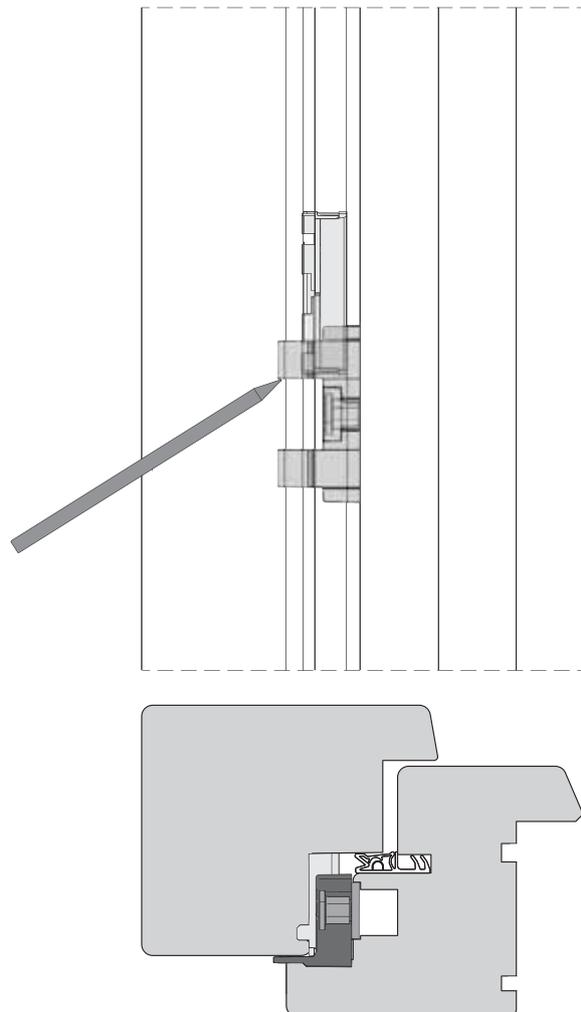

Bild 2 : Positionsmarkierung Rahmenteil
- Die Markierung am Rahmen mit einem Bleistift vornehmen. (Dazu ist die Innenseite der Positionierhilfe in Verschlussrichtung der Rahmenteile zu verwenden, Bild 2).
Eine optimale Schutzwirkung kann nur durch präzise Positionierung der Rahmenteile erreicht werden. Die tatsächlich erforderlichen Montagepositionen der Rahmenteile zu den in Bild 1 und Bild 2 angegebenen. Positionen kann durch verschiedene Einflüsse am nachzurüstenden Element geringfügig abweichen. Vor dem Verschrauben der Rahmenteile ist daher der Abstand Verschlussbolzen Einlaufkante zu überprüfen, um ein vollständiges Einlaufen sicherzustellen.